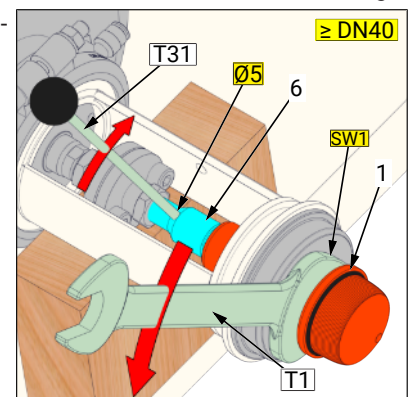

Abbildung 4
- Abb. 4: Ausbau über Schlüssel­fläche (SW1) ( $\cong$  DN40)
- Damit die Bohrung (B1) sichtbar wird, muss zuerst der Einsatz (2) abgezogen werden.
- Mit einem Zapfenschlüssel (T10) den Kolben (1) bzw. Regelkegel (Skm) aus der Spindel (6) ausschrauben. Mit einem Rundstab (T31) an der Spindel (6) über die Bohrung (Ø5) gehalten.